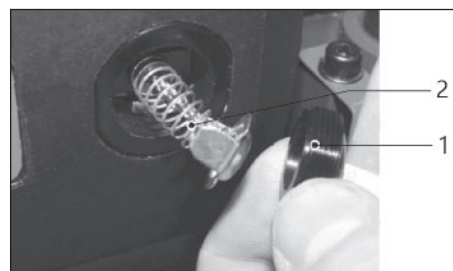

Рисунок 7.
- ослабьте крепление щёткодержателя 1 (рис. 7) и осторожно выньте щётки из электродвигателя;